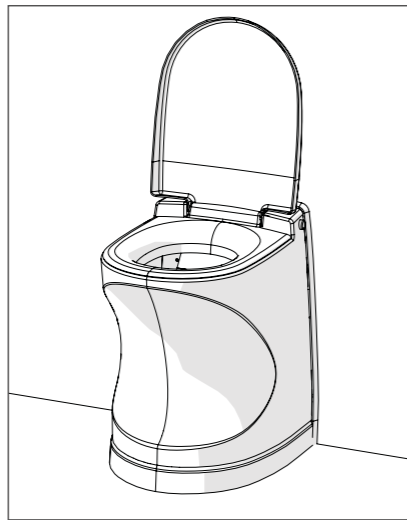

Abbildung 2
3. Klappen Sie den Toilettensitz nach unten. Die Toilette ist einsatzbereit (Abbildung 2).